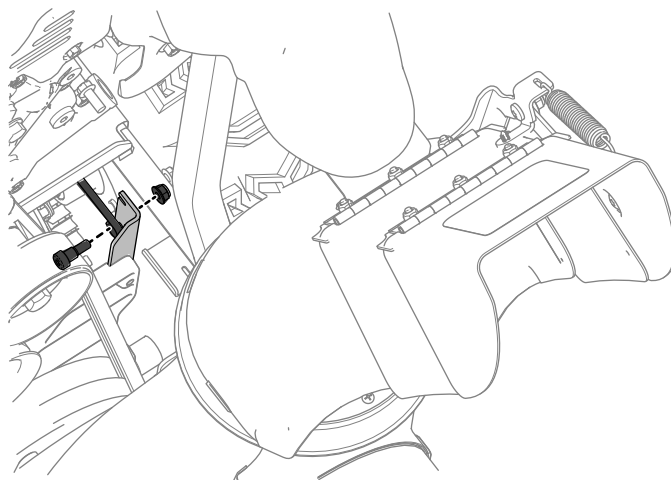

**Figura 7**
- Encaixe o cabo de tração no novo suporte do cabo de tração como se mostra na Figura 7.
**Nota:** Certifique-se de que o cabo de tração está orientado como se mostra na Figura 7.